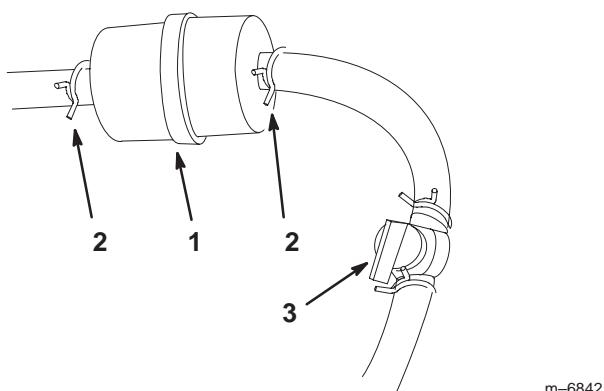

Figure 42
4. Fermez le robinet d'arrivée de carburant (Fig. 42).
5. Pincez les extrémités des colliers et faites glisser ceux-ci pour les éloigner du filtre (Fig. 42).
9. Ouvrez le robinet d'arrivée de carburant (Fig. 42).